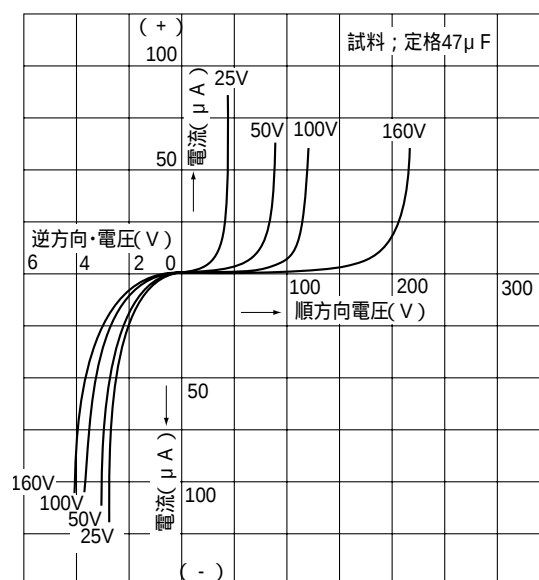

図 2-2 V-I 特性 (電圧 - 電流特性)
アルミニウム電解コンデンサに電圧を印加したときの、印加電圧と電流の関係を(図 2-2)に示します。(図 2-2)より、
(図 2-2 V-I 特性) に示したようにアルミニウム電解コンデンサは逆方向に対して耐電圧を持っておりません。したがってアルミニウム電解コンデンサを交流回路で使用すると、 $I = \omega CE$ で算出した値以上の電流が流れます。アルミニウム電解コンデンサの内部抵抗を R (Ω) とすると、電流によって $W = I^2 R$ (W) のワット損失により発熱します。アルミニウム電解コンデンサは内部抵抗が大きいため発熱も大きく、発熱によって電解液が蒸発しコンデンサの内圧が上昇し、圧力弁作動状態となります。なお、両極性アルミニウム電解コンデンサであっても連続交流回路には使用できません。